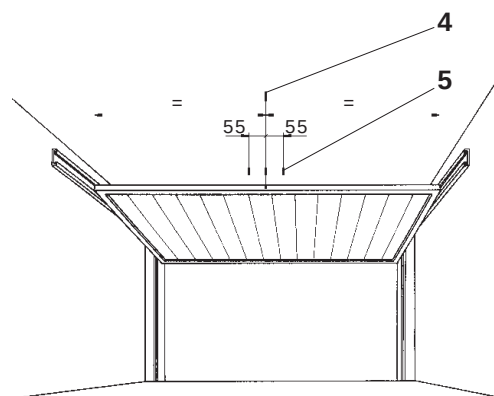

Fig. 3
- Ouvrir la porte entièrement, marquer le centre de la porte (4) sur le plafond du garage. Apporter des marques bien visibles (5) à gauche et à droite du centre, chacune à une distance de 55 mm du centre. Fig. 3
- Ouvrir la porte entièrement, tracer le centre de la porte (4) sur le plafond ➔ axe d'entraînement. Fig. 3